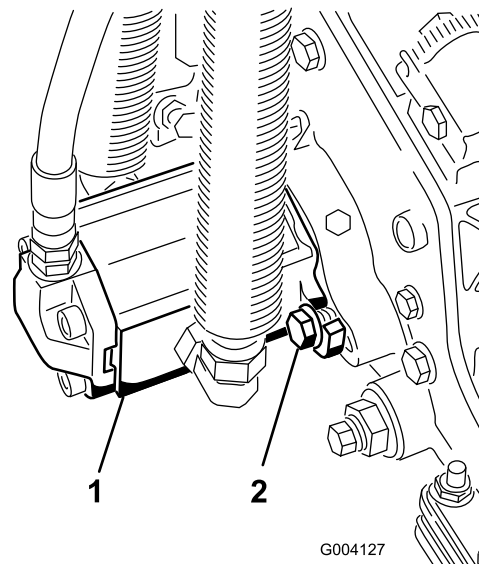

Figure 16
11. Montez le moteur en le tournant dans le sens horaire jusqu'à ce que les brides passent les vis (Figure 16).